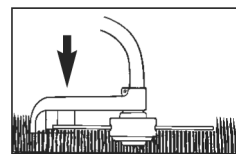

Fig. 5A
Zur Verlängerung des Schneidfadens, lassen Sie den Motor auf Vollgas laufen und tippen ("BUMP") den Fadenkopf auf den Boden. Der Faden wird automatisch verlängert. Das Messer am Schutzschild kürzt den Faden auf die erforderliche Länge (Fig. 5A)
11. Trimmen Sie die Fadenschnur auf ca. 5" (13cm), um den Motor in der Start- und Aufwärmphase geringer zu belasten (Fig. 5A)